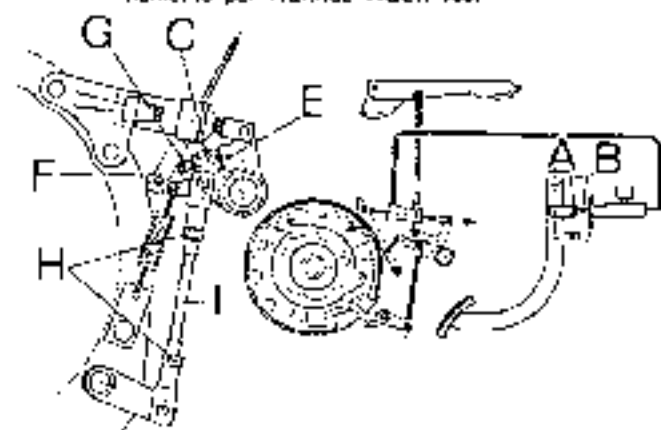

Fig. 177 - Assieme dei comandi a trasmissione idraulica per Trattore **BUFFALO 130**.
- Spingere il martinetto nel senso indicato dalla treccia (vedi fig. 177)